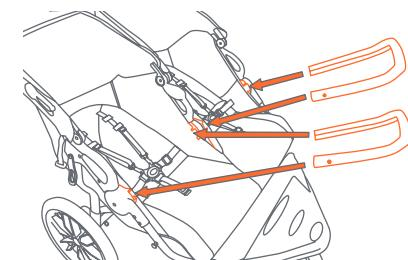

Fig. 10a
- 10) • Coloque la barra frontal alineando los anclajes con las ranuras de la sillita. Empuje hasta que encaje (Fig. 10a).